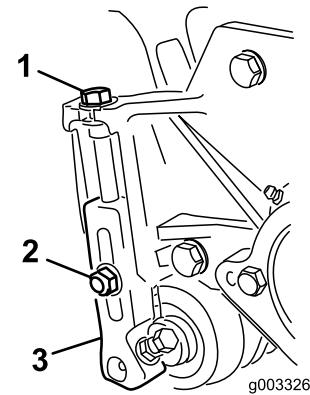

Bild 22
1. Lösen Sie die Sicherungsmuttern, mit denen die Schnitthöhenarme an den Seitenplatten der Schneideeinheit befestigt sind (Bild 22).